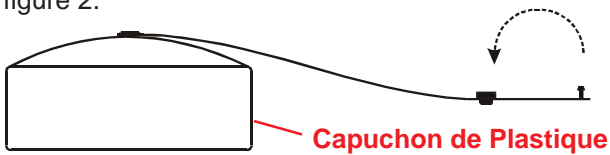

FIGURE 2
Étape 2. Replier et presser l'extrémité de la courroie du capuchon de plastique en place tel que montré à la figure 2.